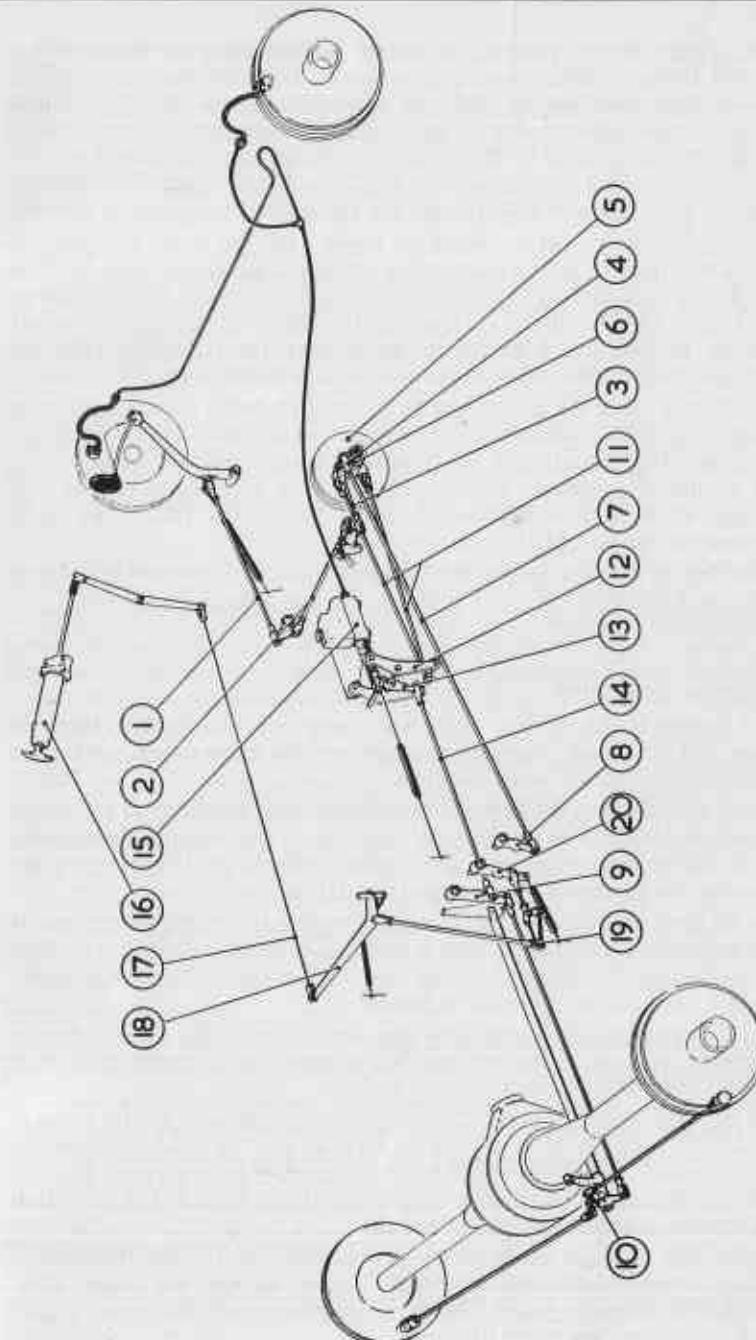

Fig. 17. - SYSTÈME DE FREINAGE ROLLS-ROYCE.
Le schéma de la fig. 17 illustre tout le système de freinage.
La pédale actionne une triangle (1) (fig. 17) accouplée, par l'intermédiaire de la barre transversale (2), et de la triangle (3), au levier (4) sur l'arbre du servo. Ce dernier (5), monté sur le flanc droit de la boîte des vitesses, est entraîné à environ 1/4 de la vitesse de l'arbre de transmission.
Le servo, illustré à la fig. 17, est du type à disques secs de freinage. Il comporte un réglage pour la mise au point initiale et pour contrôler l'usure des surfaces de friction. Une fois exactement réglé, l'usure étant minime, il ne nécessite aucun soin pendant longtemps. Ce réglage est très délicat et il vaut mieux le faire exécuter par la Maison Rolls-Royce Ltd., ou par un de ses agents.
Les seuls endroits qui demandent un graissage à la main sont les mâchoires et les axes des tiges et des leviers intermédiaires (8, 9 et 20, fig. 17). Ils doivent être lubrifiés à la main tous les 5 000 kilomètres, c'est-à-dire à la puie 1/2. Les carres à billes qui entraînent le servo (décrits dans ce chapitre) sont remplis de lubrifiant aux usines et ne nécessitent donc aucun soin entre les révisions du châssis.